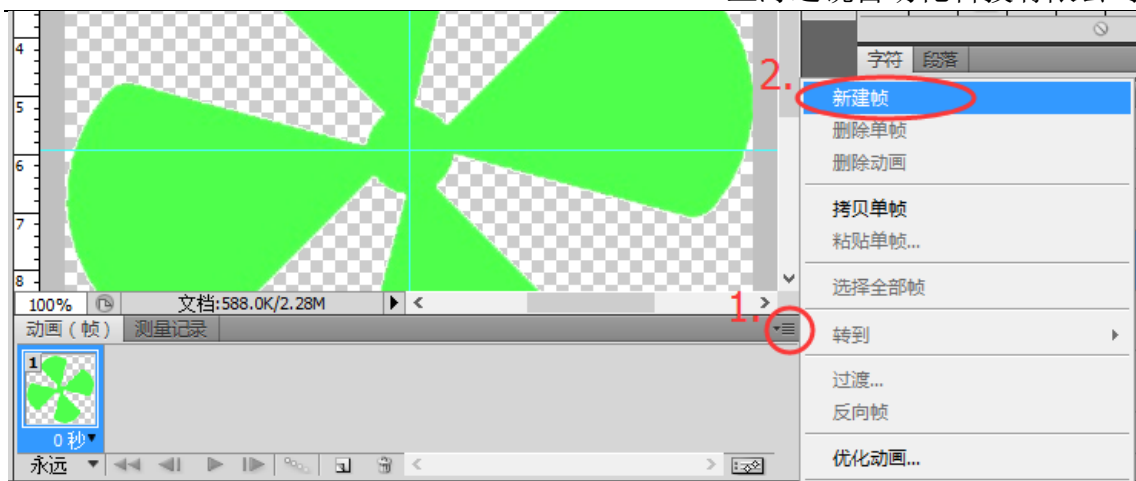

图 8-1-5 新建帧
5. 按图 8-1-5 所示，单击 1 处的按钮，在弹出的菜单中选择“新建帧”，创建第二帧动画，选择第二帧，设置延迟时间，并将“图层 0”和“图层 2”隐藏；类似的创建第三帧动画，设置延迟时间，并将“图层 0”和“图层 1”隐藏。